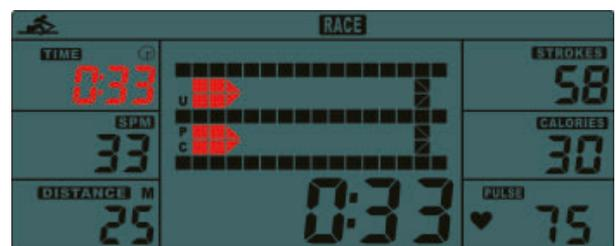

Abb. 6
2. Drücken Sie START, um das Training zu starten. STOP wird nicht mehr angezeigt. USER & PC wird auf dem Display angezeigt (Abb. 6). Das Display stoppt, sobald Sie die zuvor eingestellte Distanz des Rennens erreicht haben. Dann erscheint „PC WIN“ oder „USER WIN“ (Abb.7) auf dem Display und der Energiestatus wird nach 6 Sekunden angezeigt.